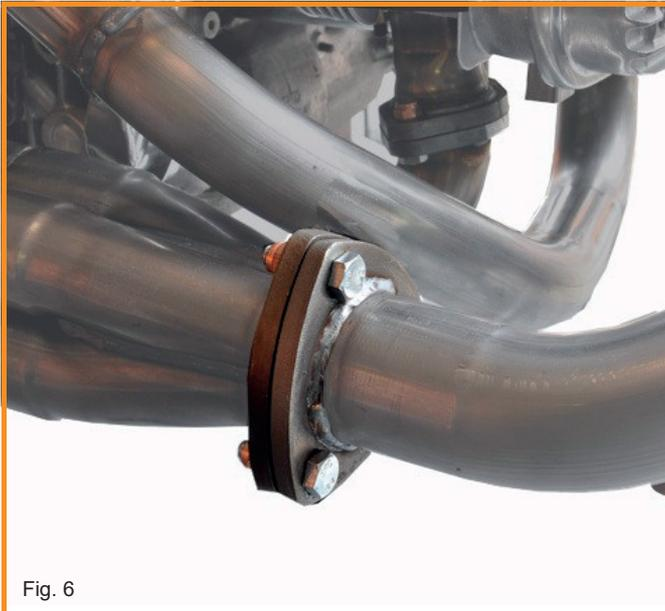

Fig. 6
- Attach the silencer using the muffler gasket, M10 bolts and M10 nuts to the collector flange. Don't tighten up the bolts and nuts yet. (Fig. 6)
- Befestigen Sie den Schalldämpfer mit Hilfe der Schrauben M10 und Muttern M10 am Flansch des Kollektors. Legen Sie zwischen die beiden Flansche eine Dichtung. Ziehen Sie die Schrauben und Muttern noch nicht fest. (Fig. 6)
NOTE: If you wish to use the collector inserts (CSP Order Nos. 251 101 150, 251 101 175, 251 101 200) the inserts (Fig. 5) must be placed between exhaust manifold and silencer flange before the silencer is mounted. Take care that the collector is in the correct position. See Fig. 6.
WICHTIG: Falls Sie Kollektoreinsätze (CSP-Best.-Nr. 251 101 150, 251 101 175, 251 101 200) verwenden wollen, müssen die Einsätze (Fig. 5) vor der Schalldämpfermontage zwischen Fächerkrümmer und Schalldämpferflansch gelegt werden. Beachten Sie dabei die korrekte Lage des Kollektoreinsatzes siehe Fig. 6.